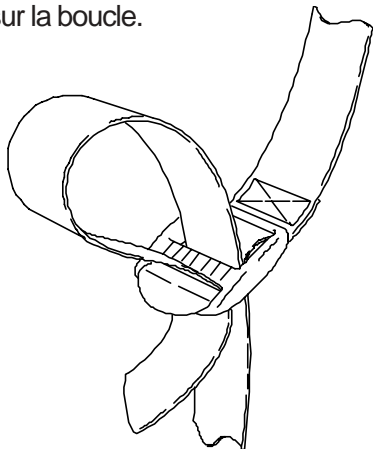

FIGURE 2 – METHODE ADEQUATE POUR PASSER DANS LES BOUCLES A FRICTION.
4. Passer les extrémités des courroies dans les boucles fournies (FIGURE 2) et ajuster.
*NOTE: Un minimum de deux (2) courroies est requis au centre et deux (2) à la tête et aux pieds.*